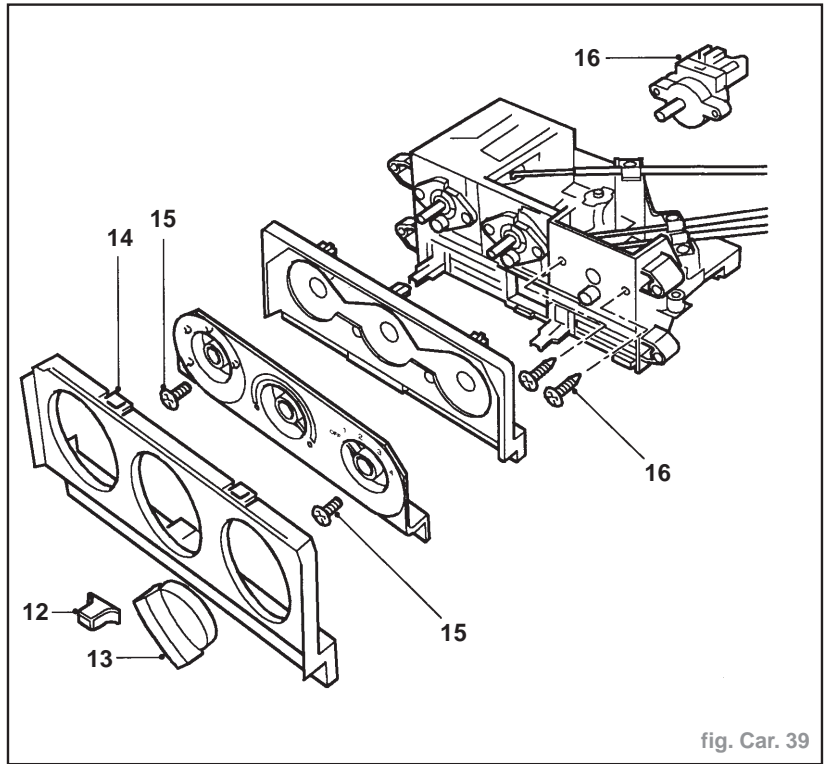

fig. Car. 39
- Déposer les commandes de chauffage du tableau de bord (12) (fig. Car. 39).
- Extraire prudemment les boutons des commandes de chauffage (13).
- Dégager 6 attaches maintenant l'enjoliveur sur les commandes de chauffage (14).
- 2 vis maintenant l'encadrement sur les commandes de chauffage et le déposer (15).
- 2 vis maintenant le commutateur de soufflerie de chauffage et le déposer (16).